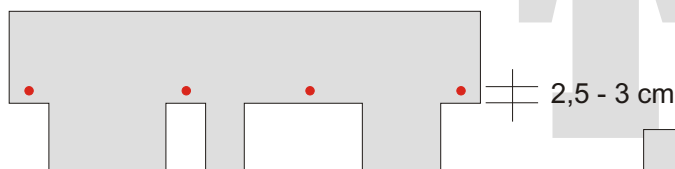

Abb. 5
**Mindestens 4 Nägel pro Schindel (siehe Abb.5).**